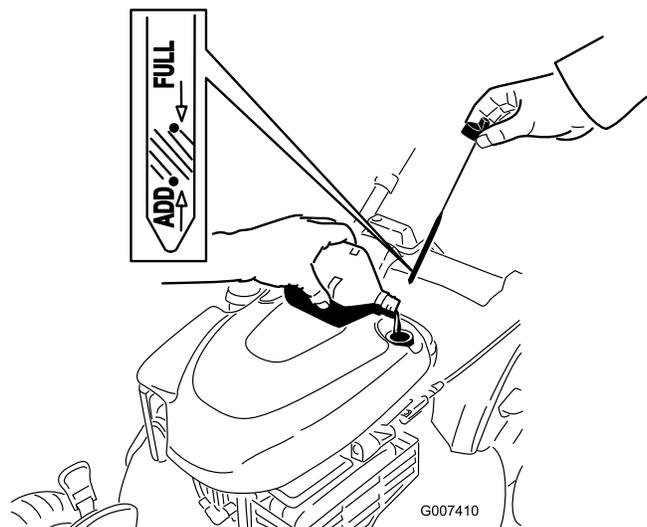

Figure 13
1. Retirez la jauge, essuyez-la sur un chiffon et remettez-la dans le goulot de remplissage (Figure 13).
2. Sortez de nouveau la jauge et contrôlez le niveau d'huile (Figure 13). Si le niveau n'atteint pas le repère **minimum** (Add) de la jauge, versez lentement suffisamment d'huile dans le goulot de remplissage pour faire monter le niveau au repère **maximum** (Full). **Ne remplissez pas excessivement.** (Remplissage max. : 0,59 l, type : huile détergente SAE 30 de classe de service API SF, SG, SH, SJ, SL ou supérieure.)